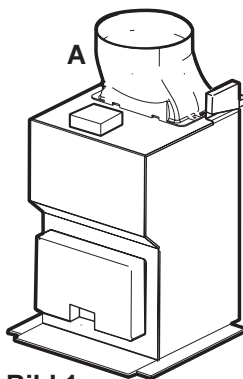

Bild 1
- Die Luft wird mit Hilfe eines an den Abluftstutzen **A** anzubringenden Rohres ins Freie geleitet. **Bild 1**.